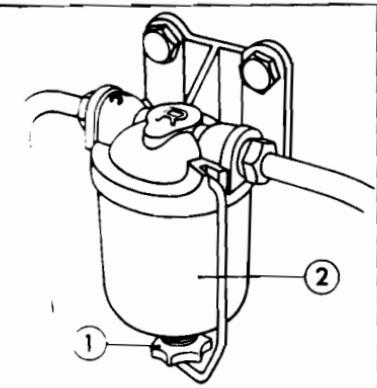

Fig. 19 Slamsamler
2. Løs på klemmutteren (fig. 19), flytt til den ene siden og ta av filterskålen.